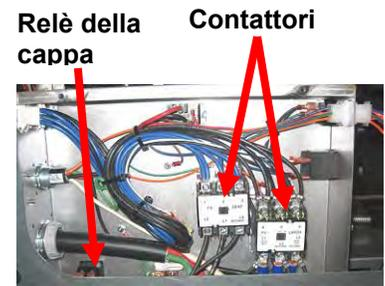

Figura 36
6. Rimuovere il coperchio per esporre l'interno della scatola dei contattori (si veda la Figura 36).